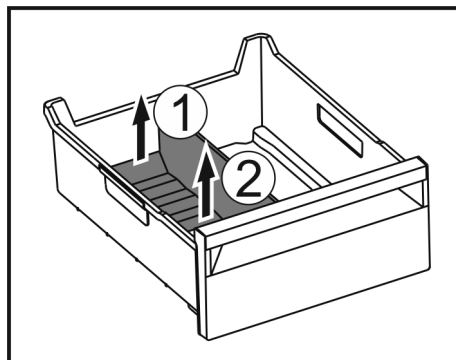

Fig. 138
- ▶ Podnieść tylną część separatora do szuflady na lód. Fig. 138 (1)
- ▶ Separator do szuflady na lód podnieść do góry. Fig. 138 (2)